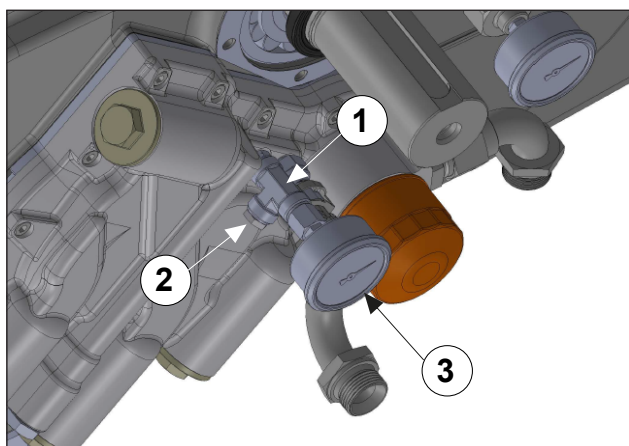

Fig. 134
Use o LOX-EAL de estanqueidade das conexões 53-14 ou semelhante para umedecer a conexão T (pos. ①), a tampa (pos. ②) e o manômetro (pos. ③) Fig. 134, e execute a montagem.